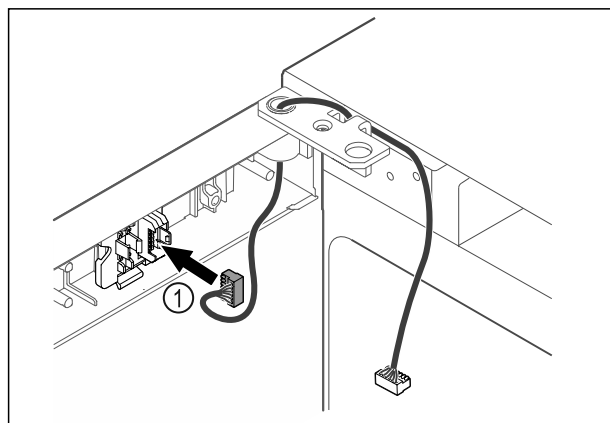

Fig. 40
- Τοποθετήστε το φινιρίσματα Fig. 40 (1) στο στήριγμα του φινιρίσματα.